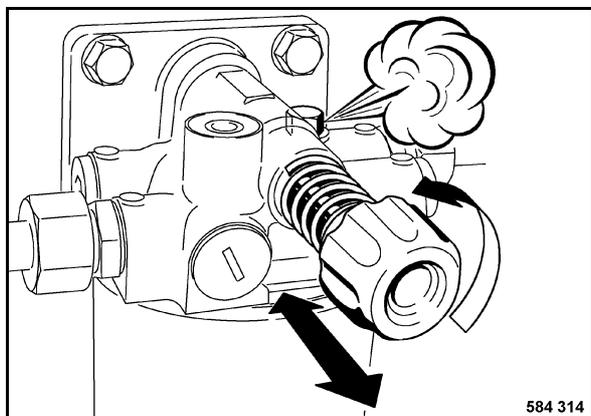

Fig. 188
- Allentare la vite di sfiato (Fig. 188) per 2 - 3 spire.
- Azionare manualmente la pompa a mano finché dalla vite di sfiato allentata (Fig. 188) non fuoriesce carburante senza bolle.